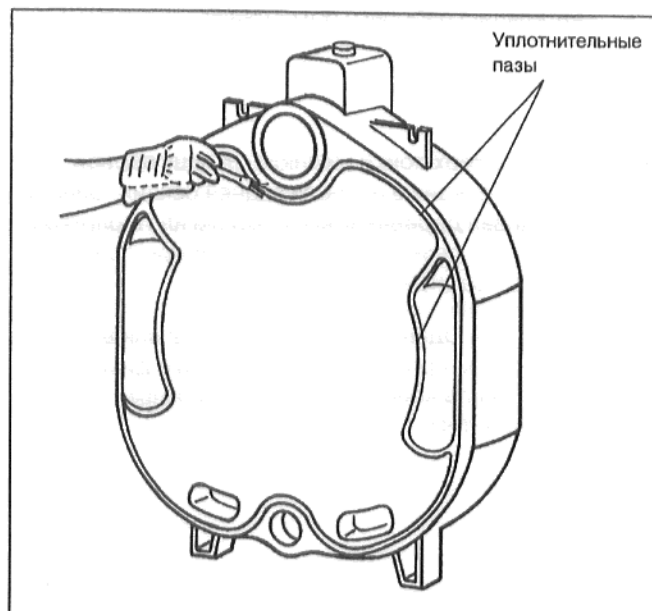

рис. 10
- Уплотнительные пазы очистить при помощи наждачной шкурки и ветоши (рис. 10).
- Смазать уплотнительные пазы адгезионным составом (праймером) (рис. 10).